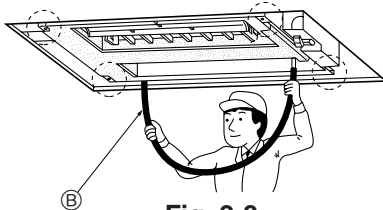

Fig. 2-8
- Vergewissern, daß alle vier Ecken waagrecht ausgerichtet sind. Dazu eine Wasserwaage oder einen durchsichtigen mit Wasser gefüllten Kunststoffschlauch verwenden. (Fig. 2-8)